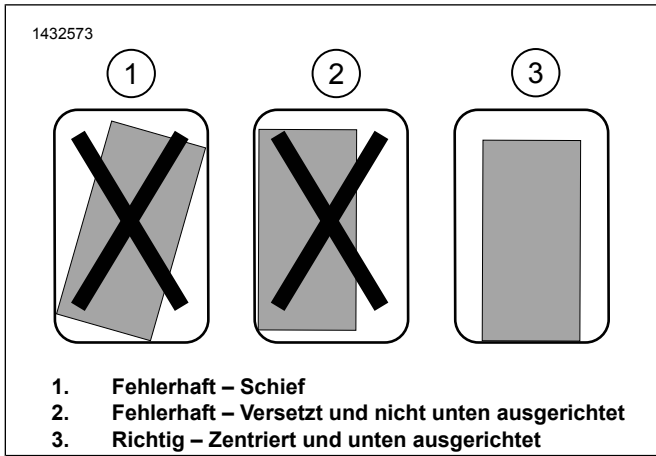

Abbildung 11. Einbau der Befestigungshalterung
- a. Siehe Abbildung 11. Den Sitz der Befestigungshalterung prüfen. Die Halterung muss gerade, zentriert und so nah wie möglich am Boden der Satteltasche ausgerichtet sein.
- c. Siehe Abbildung 11. Den endgültigen Sitz prüfen, um sicherzustellen, dass die Halterung gerade, zentriert und so nah wie möglich an der Unterseite der Satteltasche ausgerichtet ist.